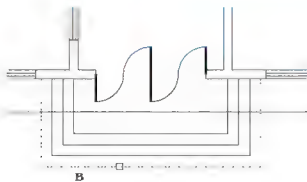

图 2.105 选择B线为剪切边
(1) 在选择剪切边、选择对象或<全部选择>提示下,选择台阶B线作为剪切边,如图2.105所示。按Enter键进入下一步命令。